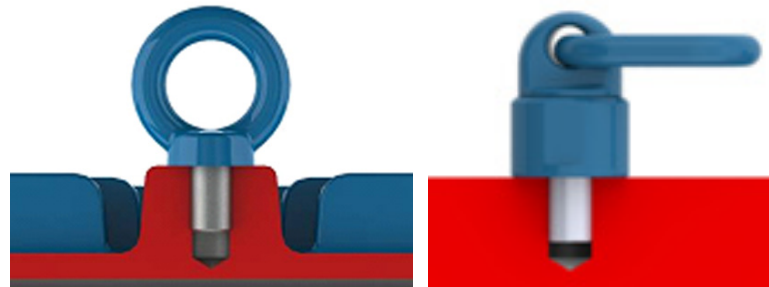
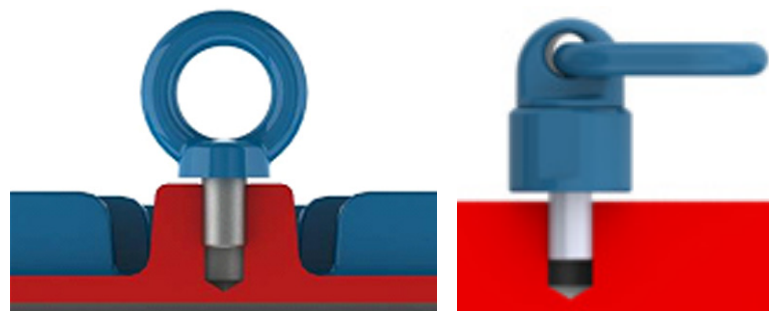

Figura 4.1: Maneira correta de fixação do olhal de içamento.
Figura 4.2: Maneira incorreta de fixação do olhal de içamento
Antes de iniciar qualquer processo de içamento, certificar-se que os olhais estejam adequadamente fixos, totalmente parafusados e com sua base em contato com a superfície a ser içada, conforme Figura 4.1 na página 186. A Figura 4.2 na página 186 exemplifica o uso incorreto. Certificar-se de que o equipamento utilizado no içamento e suas dimensões sejam adequados ao tamanho do olhal e da massa do motor.
1. Certificar-se que os olhais estão adequadamente fixos, conforme Figura 4.1 na página 186.